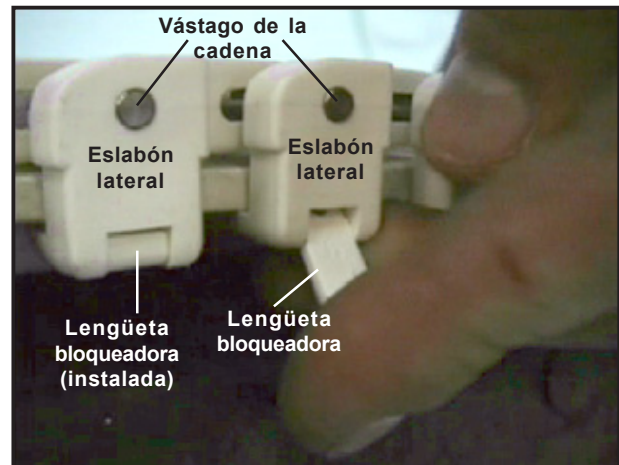

Figura 32: Introduzca la lengüeta bloqueadora
- Una vez colocado el vástago, introduzca las lengüetas bloqueadoras en los eslabones laterales (Figura 32). Las lengüetas bloqueadoras deben cerrar perfectamente dentro de los eslabones de la cadena. Si se introduce las lengüetas bloqueadoras con un ángulo mínimo, éstas se deslizarán fácilmente hacia el interior de la cavidad de la cadena.